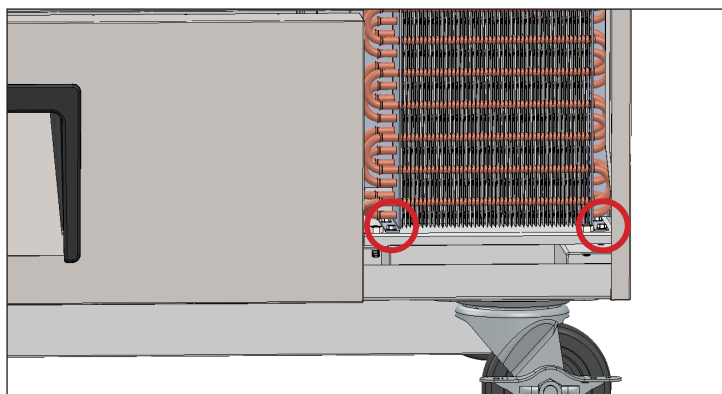

Fig. 4. Ubicación de los pernos de la base del condensador.
5. Retire los pernos de la base del condensador. Véase la fig. 4.